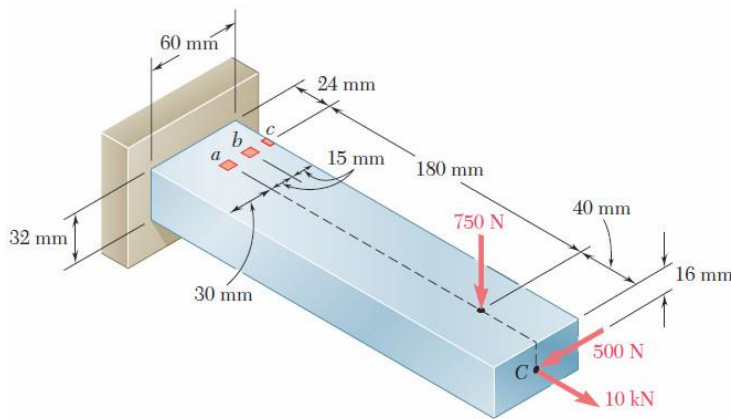
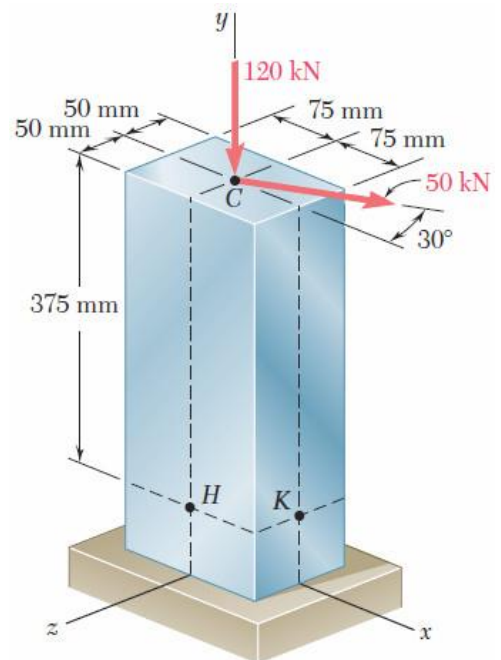

Figura 4.23
Figura 4.24
4.8.2 Trace o estado de tensão dos pontos *a*, *b* e *c* da Figura 4.23 e determine também o estado de tensão dos pontos H e K da Figura 4.24